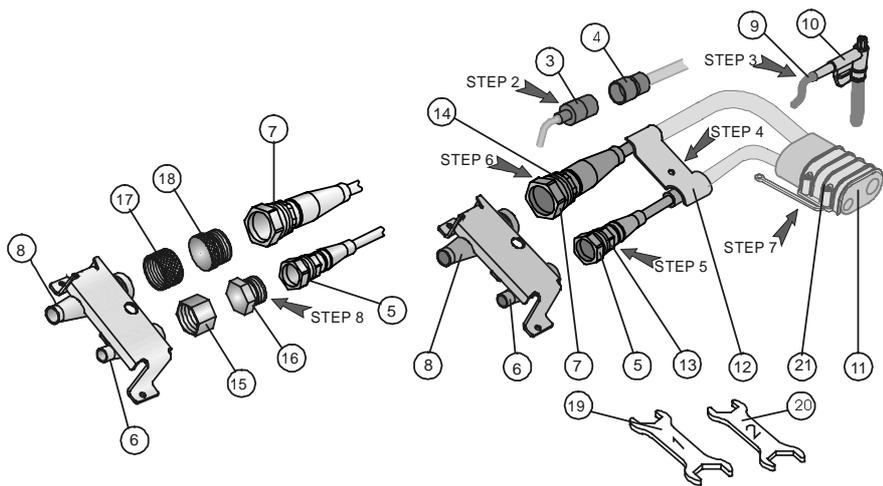

Figura 11
FASE 8. Al fine di proteggere le aperture del tubo da materiali estranei o da contaminazioni, chiuderli con i tappi e i coperchi (vedi figura 11). Inserire il tappo (16) nel dado (7), il coperchio (15) nella parte (6) e il coperchio (17) nella parte (8). Fissare leggermente tutte le parti.